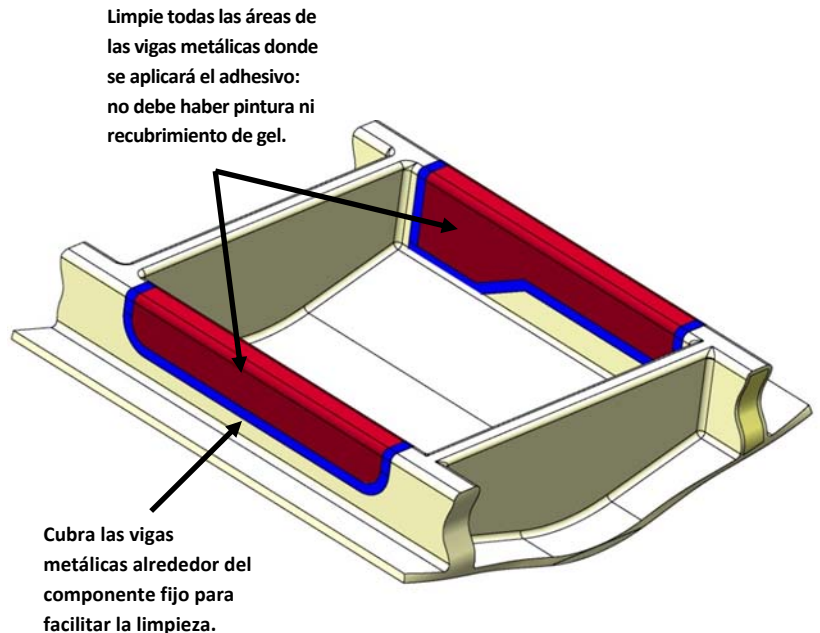

FIGURA 7 - ENMASCARADO Y LIMPIEZA DEL CASCO
- 4) Tape el área del casco alrededor de la base para una fácil limpieza y así crear una delimitación (resaltada en azul) de la superficie del área donde se debe aplicar adhesivo según se muestra en la Figura 7.
- 6) Limpie completamente con un solvente apropiado todas las áreas (resaltadas en rojo) de las vigas metálicas donde se aplicará el adhesivo. Retire toda la pintura y el recubrimiento de gel, de modo que el adhesivo se adhiera directamente a las fibras laminadas y a la resina, como se muestra en la Figura 7. Si la estructura del casco es de aluminio o existe un armazón adaptado de aluminio, aplique limpiador/base incrustante a estas superficies de adhesión.